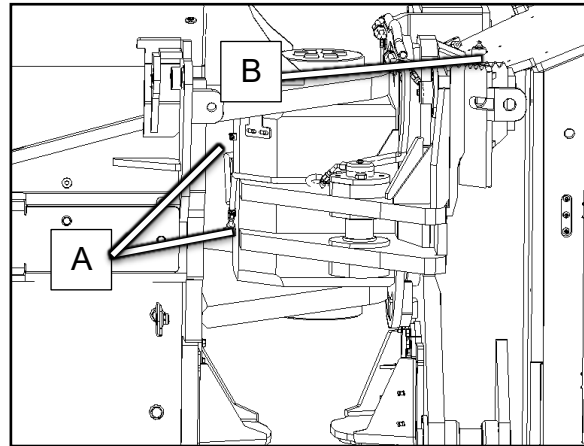

Abbildung 245 Schmiernippel des Zentralgelenks
2. Setzen Sie die Fettpresse auf den Schmiernippel A (siehe Abbildung 245) und drücken Sie das Fett langsam hinein, bis es oben und unten gleichmässig an den Lagern austritt.
2. Den oberen Schmiernippel B herausschrauben. (siehe Abbildung 245)